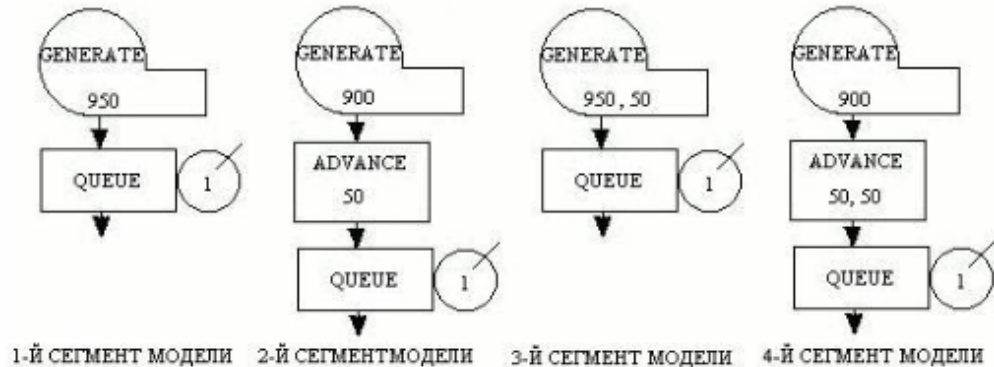

Рис. 1
6. В дереве чертежа задать новые имена видов (**Рис. 1, Рис. 2, Рис.3**). Для этого щелкнуть ЛКМ по названию вида, нажать на кнопку F2 и ввести новое имя.
| АБВГ.152 | Рис. 1 | 0,0044 |
- 9.1. Сделать текущим вид Рис.1.
Задание 1. Посмотрите на модель, состоящую из четырех сегментов на рис. 1.